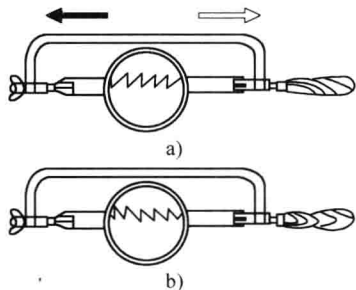

图 2-5 锯条的安装方向
(1) 锯条的安装 安装手锯时,向前推进起切削作用,反之不起切削作用。因此,锯条齿尖方向应向前安装,如图 2-5 所示。
(2) 锯条的松紧要适当 太紧或太松,在锯削时容易引起锯条折断。锯条装好后,检查是否歪斜,如有歪斜,则需找正。方法是:在旋紧蝶形螺母后,锯条会有些扭曲,一般是再旋紧些,然后放松一些来消除扭曲现象。
(3) 锯削姿势、起锯、压力、速度及往复行程长度